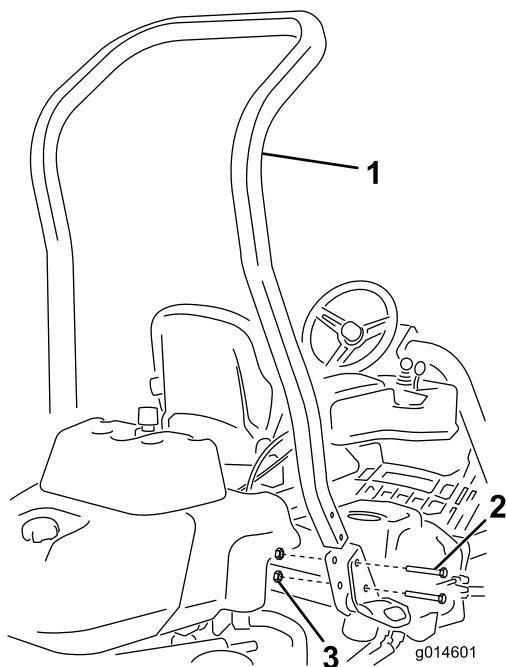

図 3
3. 機体の左右にあるポケットにROPSを差し込み、ボルト $\frac{1}{2}$ " x $3\frac{3}{4}$ "4本とフランジナット4本 $\frac{1}{2}$ "で図3のように固定する。